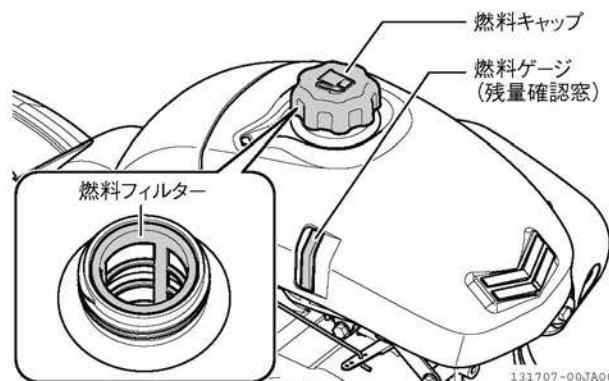

図 4-15 燃料補給
2. 燃料キャップを外し、燃料フィルターにごみが詰まっていないことを点検します。(図 4-15)
3. 燃料タンク横の燃料ゲージで、燃料の残量を点検します。(図 4-15)